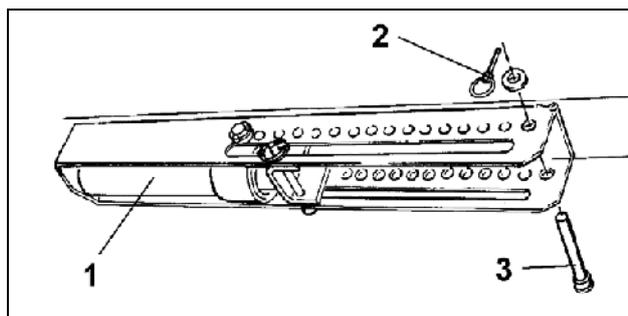

Fig. 88
- Mettez le vérin hydraulique (Fig. 88/1) en échappement.
- Brochez l'axe (Fig. 88/3) dans un des trous de la grille de réglage et goupillez en sécurité avec une goupille agricole (Fig. 88/2).